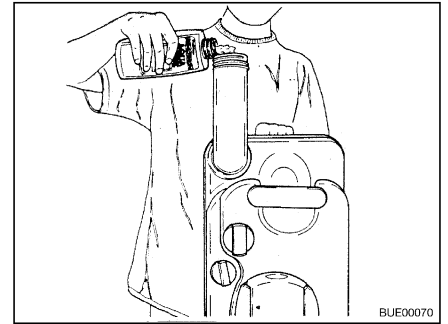

Bild 271 Sanitärflüssigkeit einfüllen
- Angegebene Menge Sanitärflüssigkeit in den Fäkalientank füllen (Bild 271).